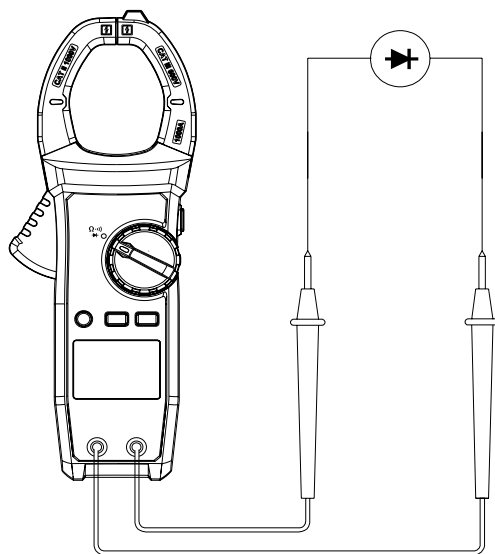

Рис.9 Проверка диода
- 2) Установите переключатель на $\rightarrow \bullet \mid$), нажмите SELECT, для выбора режима проверки диода $\rightarrow \bullet \mid$). Подсоедините щуп красного тестового провода к аноду (+) проверяемого диода, а черный – к его катоду (-) (см. рис. 9).